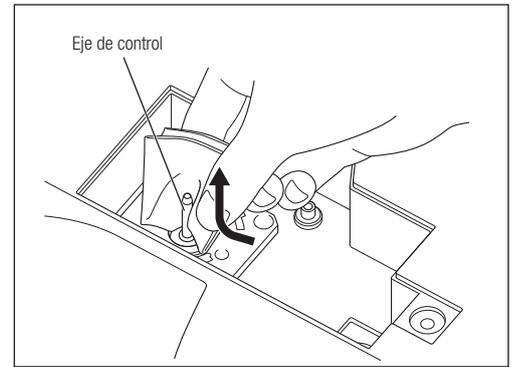

Fig. 56
- Limpie con un paño la suciedad y el agua del eje de control desde abajo (Fig. 56).